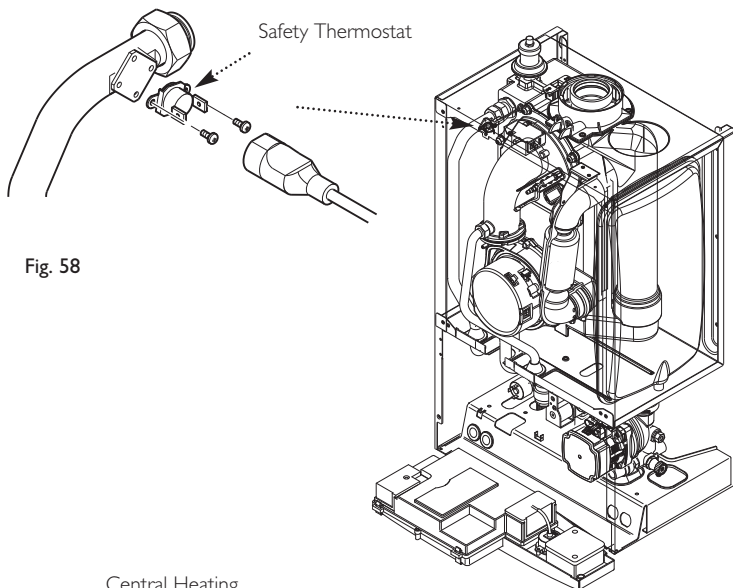

Fig. 58
13.7 Safety Thermostat (Fig. 58)